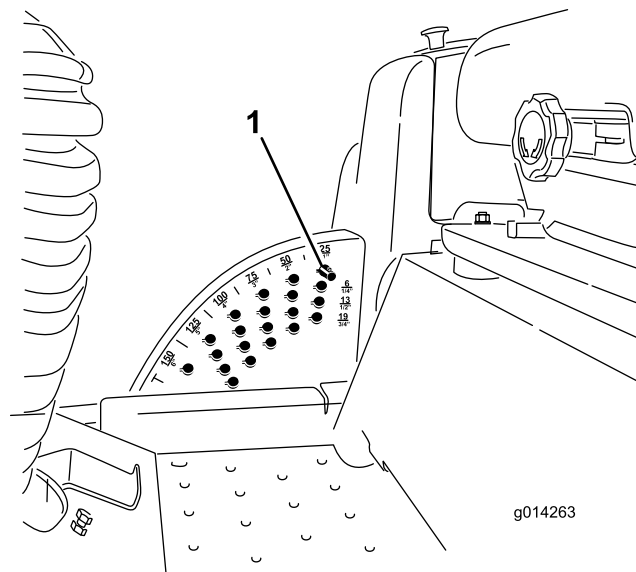

図 25
1. エンジンが回転している状態で、デッキ昇降スイッチの後側を押し、デッキが完全に上昇したら **直ちにスイッチから手を離す** **図 25**。
2. 刈高ピンを回して刈高設定穴のスロットとが整列したところでピンを抜き取る **図 25**。
3. 刈高ブラケットについている穴から、希望する刈高に対応する穴を見つけ、その穴にピンを通し、ピンを回してロックする (**図 25**)。
注 穴は全部で4列あります **図 25**。外周側の列は、外周部に刻印されている通りの刈高の穴で